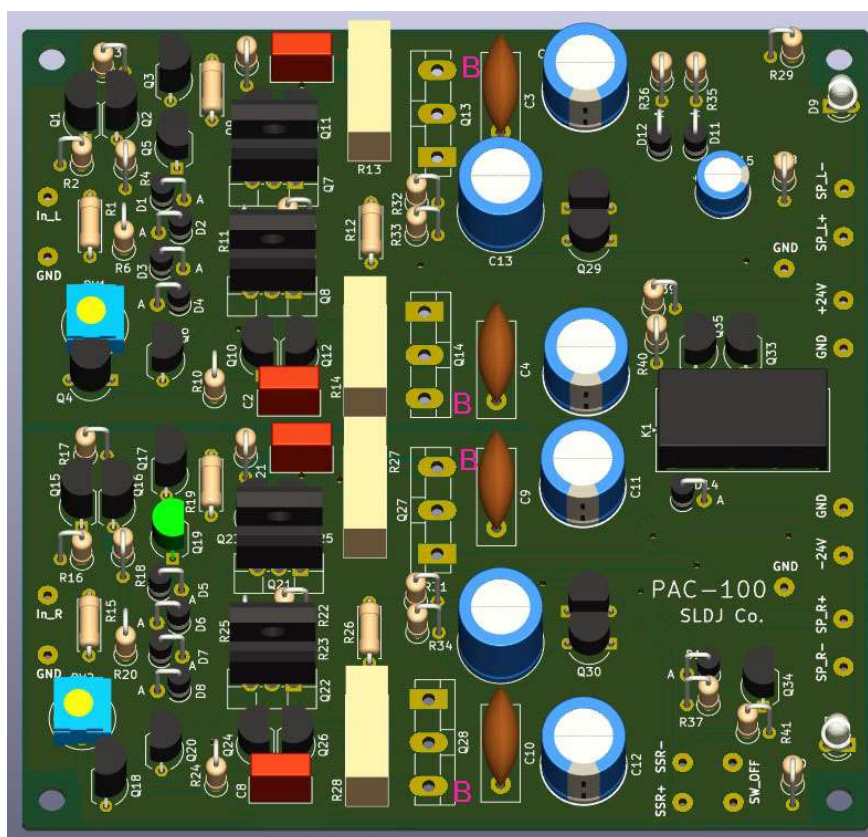

図 1. 部品実装完成
【注記】シルクが間違っているため、実装方向にご注意ください。実装図（図 1）の向きが正です。
- ⑨ R13、R14 および R27、R28 を実装し、はんだ付けします。このとき、**基板から 5mm ほど浮かせて**つけておくと、後の調整作業がやりやすくなります。
- ⑩ リレー K1 を実装してはんだ付けします。
- ⑪ すべての部品が実装されると、図 1 のようになります。
【注記】 Q13、Q14、Q27、Q28 のシルク枠線が間違っています。正しくは図 1 中、“B”の表記があるピンが B(ベース)ピンです。トランジスタのピンは図 2 のようになっています。間違いないように接続してください。